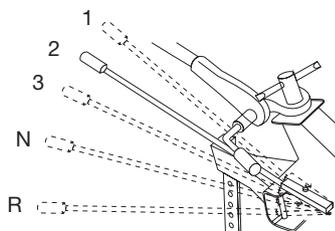

Рис. 15
- Установите нейтральную передачу (**N**) (Рис.15).
- Включите первую скорость **1** (Рис. 15).